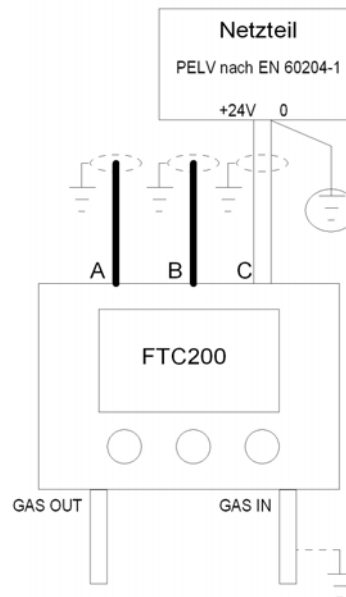

Abbildung 3.3 Erdungsanschlüsse
Für die elektrische Installation von Maschinen ist nach EN 60204-1 festgelegt, dass der versorgende PELV-Stromkreis an einem Punkt mit der Schutzterde (PE) zu verbinden ist. Wie in Abbildung. 3.3 dargestellt, darf nur der Masseleiter mit PE verbunden sein. Die Kabelschirmungen der Kabel A, B, C sind auf der Funktionserde zu verbinden. Je nach örtlicher Gegebenheit sind auch die Gasanschlüsse zu erden.